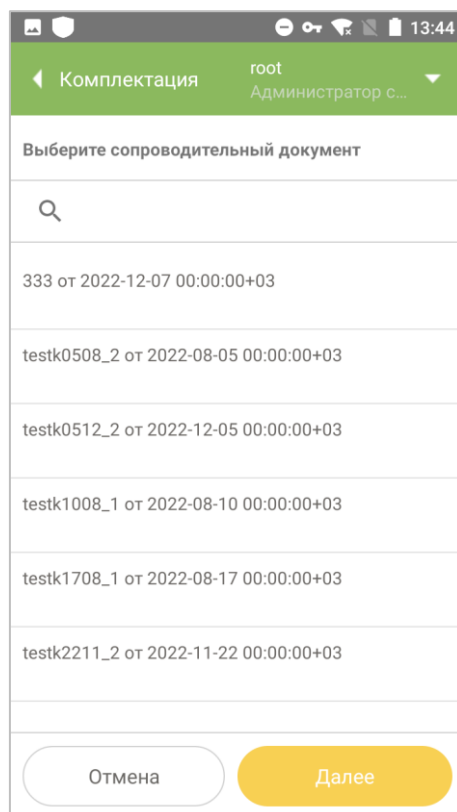

Рисунок 7.1
1. Нажать на иконку «Комплектация» в главном меню приложения. Откроется окно со списком сопроводительных документов (Рисунок 7.1).